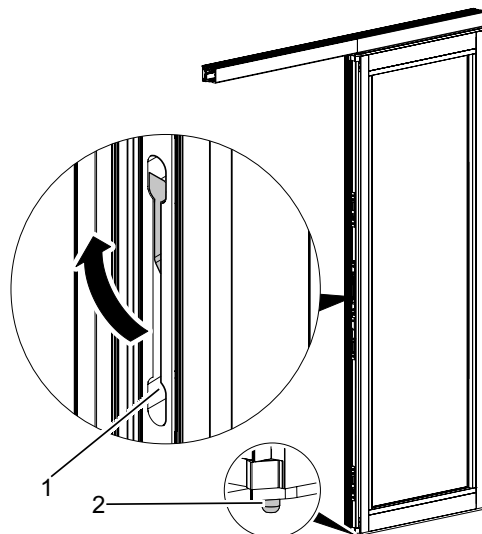

Abb. 5: Türantriegel betätigen
- Flügel, die an Anschlagtüren oder Drehschiebeflügeln angrenzen, werden über eine Verriegelung im Türblatt verriegelt (Türantriegel (Abb. 5/1)).
1. Türantriegel seitlich am Schiebeflügel nach oben bewegen (Abb. 5/1).
- ▶ Der Verriegelungsbolzen (Abb. 5/2) wird nach oben gezogen.